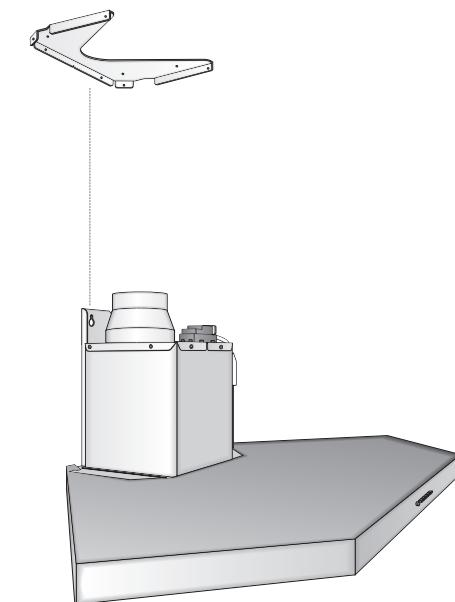

Fig. 10
• POSITIONING THE FILTER DEFLECTOR (**Fig. 10**)